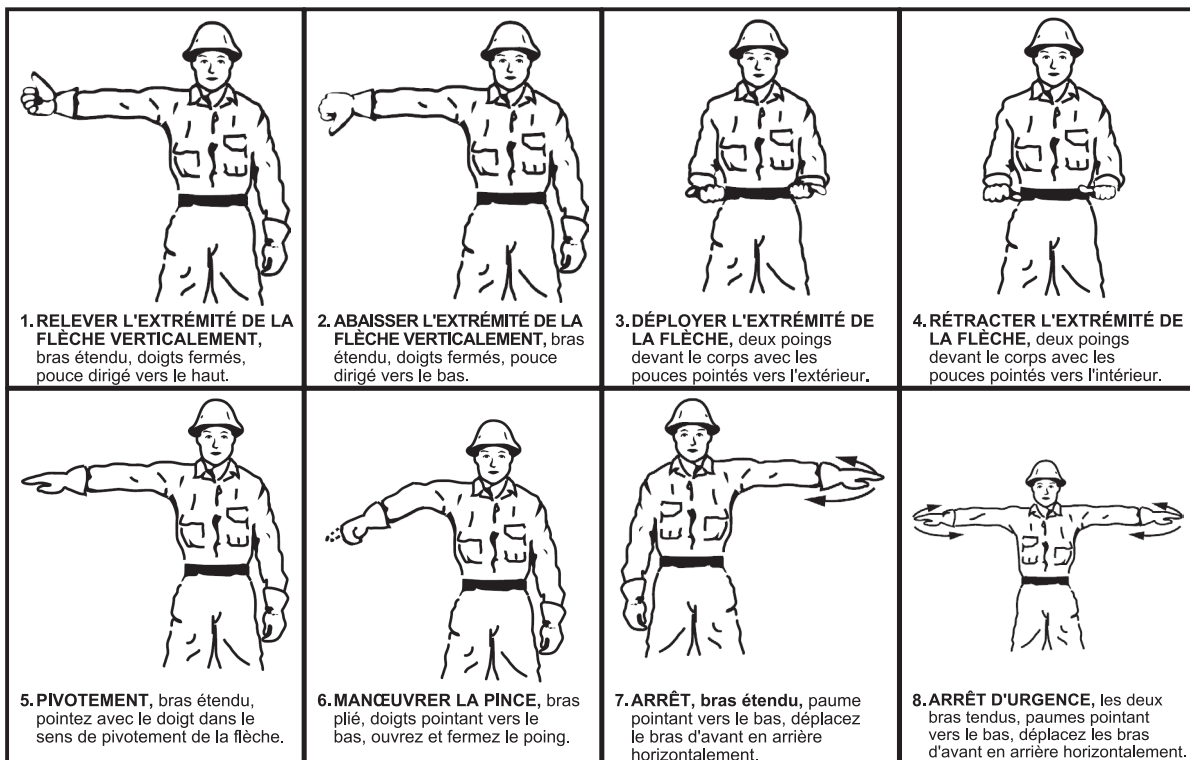

Fig. 15 - Standard Hand Signals
3. Désignez une seconde personne pour jouer le rôle de signaleur et diriger le levage et la situation de sécurité autour de la grue (reportez-vous à fig. 15 - Signaux manuels standard).
- Au début du levage et tout au long du processus de levage, vérifiez que les béquilles stabilisatrices de mise à niveau et les roues soutiennent la charge et touchent le sol. Si l'une d'entre elles commence à se soulever, ARRÊTEZ et posez la charge. N'essayez pas de déplacer l'article tant que son poids n'est pas réduit. Fig. 15 - signaux manuels standard.